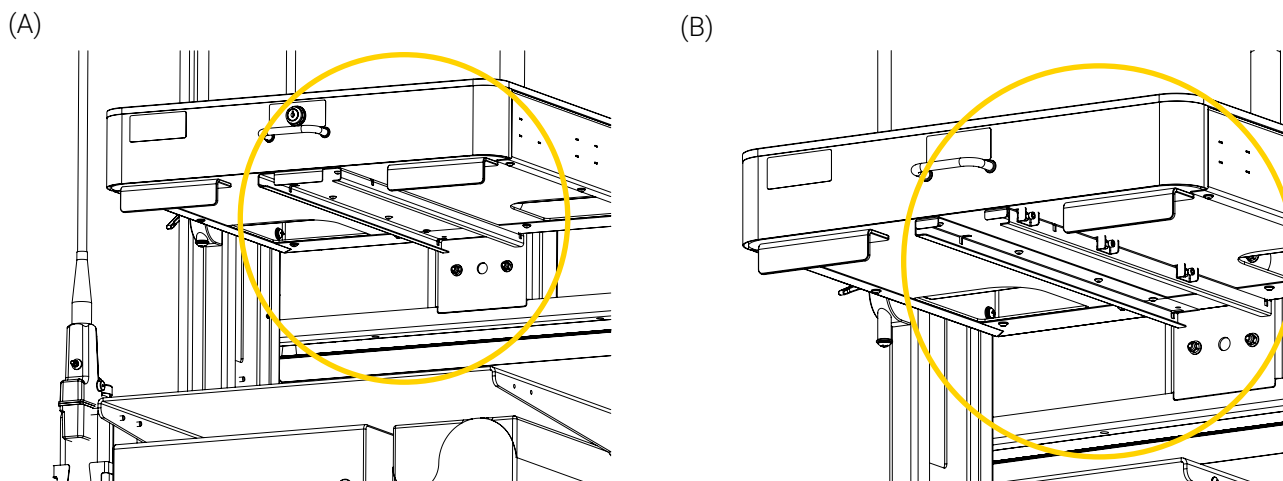

Figure 4: Mécanismes coulissants du plateau pour clavier d'ordinateur
5. Localiser le mécanisme coulissant du plateau pour clavier d'ordinateur sous le bureau situé sous la surface de travail. Votre configuration pourrait avoir un mécanisme coulissant en 1-partie (Figure 4 A) ou en 2-parties (Figure 4 B). Suivre les instructions subséquentes qui s'appliquent à votre configuration spécifique.